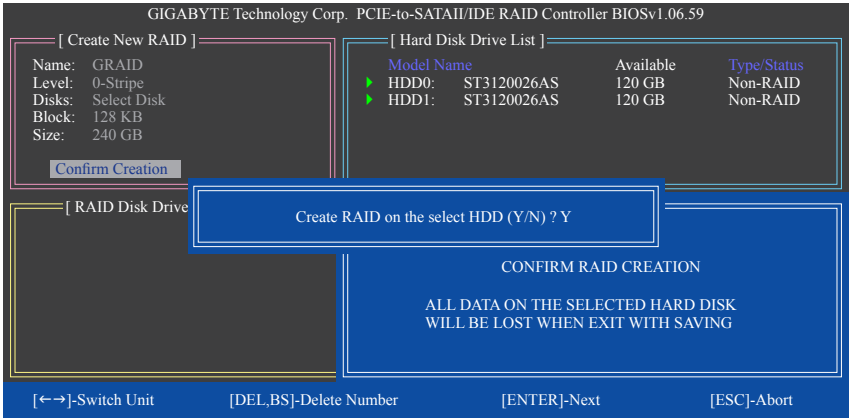

图7
6. 确认建立磁盘阵列(Confirm Creation): 完成以上设定后光棒将自动跳至 “Confirm Creation” 项目, 请按<Enter>键, 当确认讯息出现时, 确定制作磁盘阵列请按<Y>, 取消请按<N> (图7)。